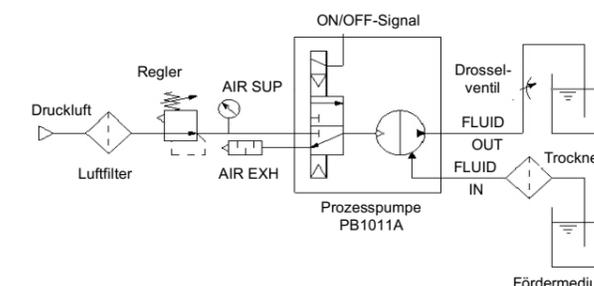

Abb. 3 Schaltkreisbeispiel
- 1) Schließen Sie die Druckluftleitung an den Druckluftanschluss „AIR SUP“ und die Flüssigkeitsleitung an den Sauganschluss „FLUID IN“ und den Ausgang für angesaugtes Medium „FLUID OUT“. Siehe Abb. 3.
1. Die Einstellung der Fördermenge am Auslassanschluss <FLUID OUT> erfolgt durch Umstellen des Schaltzyklus des Elektromagnetventils am Druckluftanschluss. Siehe Abb. 3.